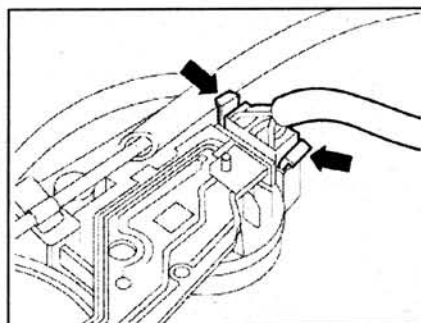

Рис. 8.61. Отсоедините разъем проводки с задней стороны блока регуляторов системы отопления (стрелка).
3. Отсоедините разъем проводки с задней стороны блока регуляторов системы отопления (стрелка) (рис. 8.61).